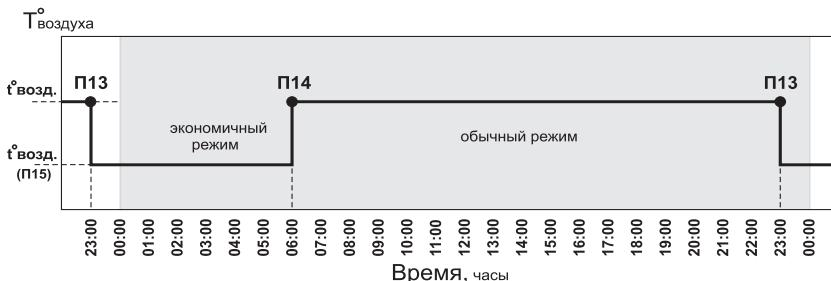

Рис. 6 График температуры воздуха в помещении для Режима 2.
**Режим 2 (выходной день)** - режим состоит из одного запрограммированного интервала, который повторяется каждые сутки. В этом интервале температура воздуха в помещении понижается на три градуса и электроводонагреватель работает в экономичном режиме. На заводе-изготовителе запрограммирован интервал, который показан на графике температуры воздуха в помещении при работе термостата в Режиме 2 (см.Рис.6).